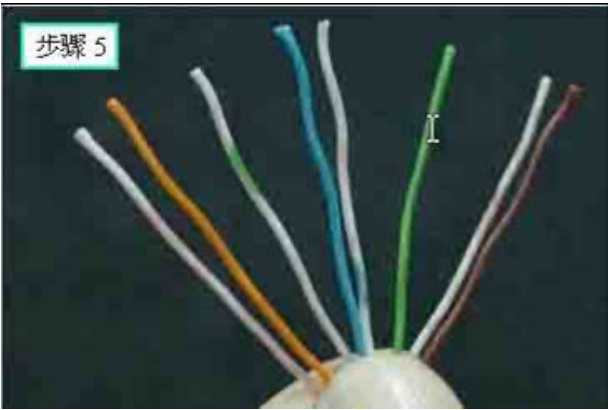

图 5 用手捋直双绞线使其成为非绞合段
5. 用手指松开绞合处，并捋直双绞线的非绞合段，如图 5 所示。注意：双绞线的内芯一般由两根 22~